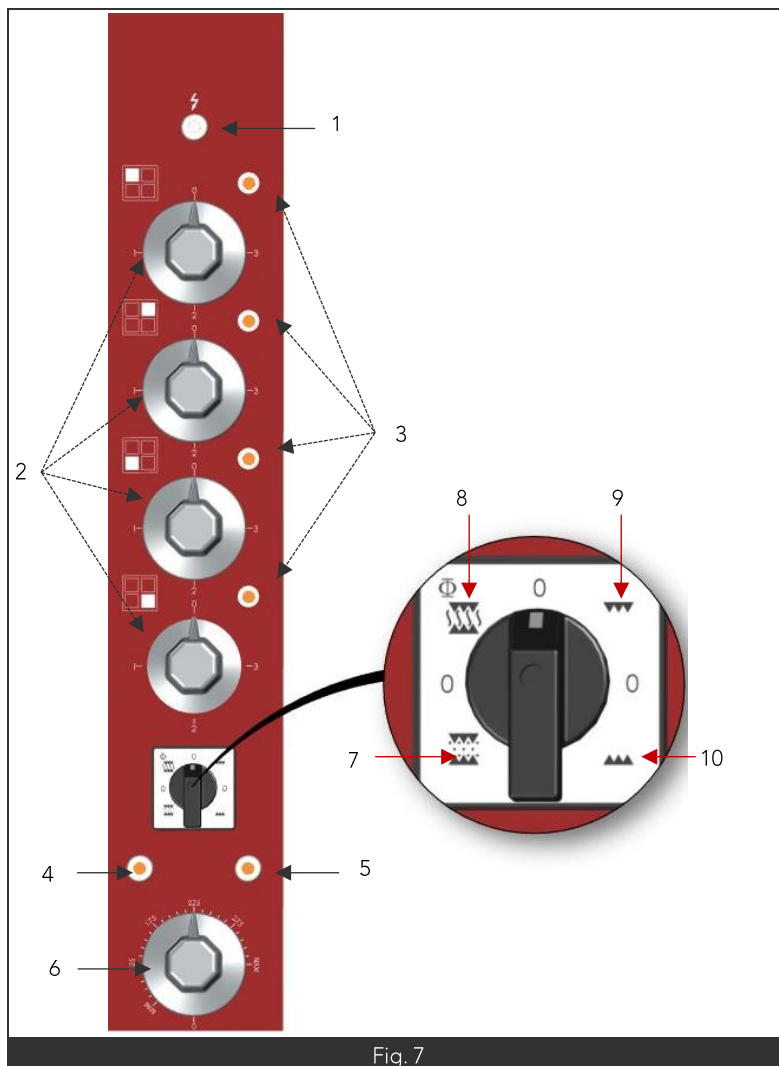

Fig. 7
- L'appareil étant sous tension le voyant blanc est allumé (Fig7 rep1)
- Tourner la manette correspondante à la zone de chauffe désirée (Fig7 Rep2) le voyant orange de chauffe s'allume (Fig7 Rep3).
- Positionner la manette du commutateur de four sur la position désirée (voute, voute sole, sole) le voyant orange s'allume (Fig7 Rep4 ou 5).
- Tourner la manette du thermostat (Fig7 Rep6) sur la température désirée.